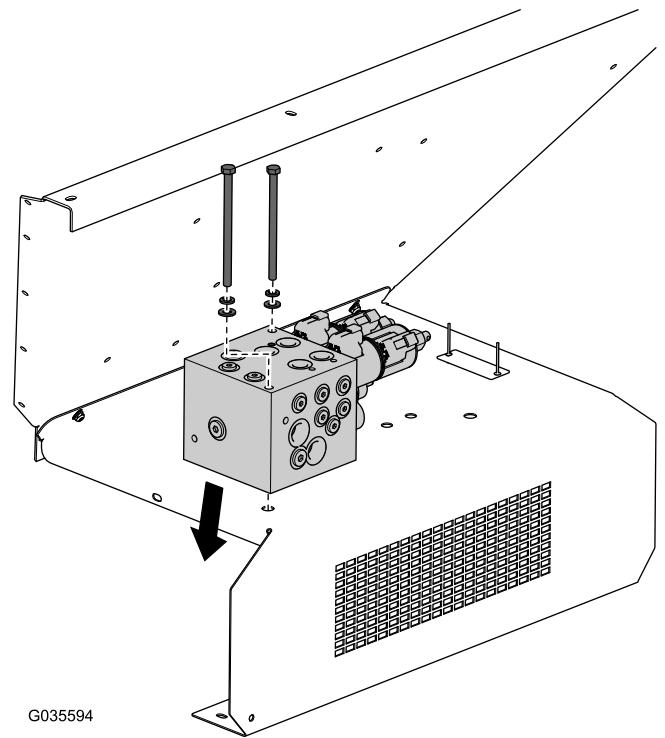

Figura 11
10. Coloque e prenda o coletor na nova proteção da lavagem com os parafusos e anilhas anteriormente retirados (Figura 11).